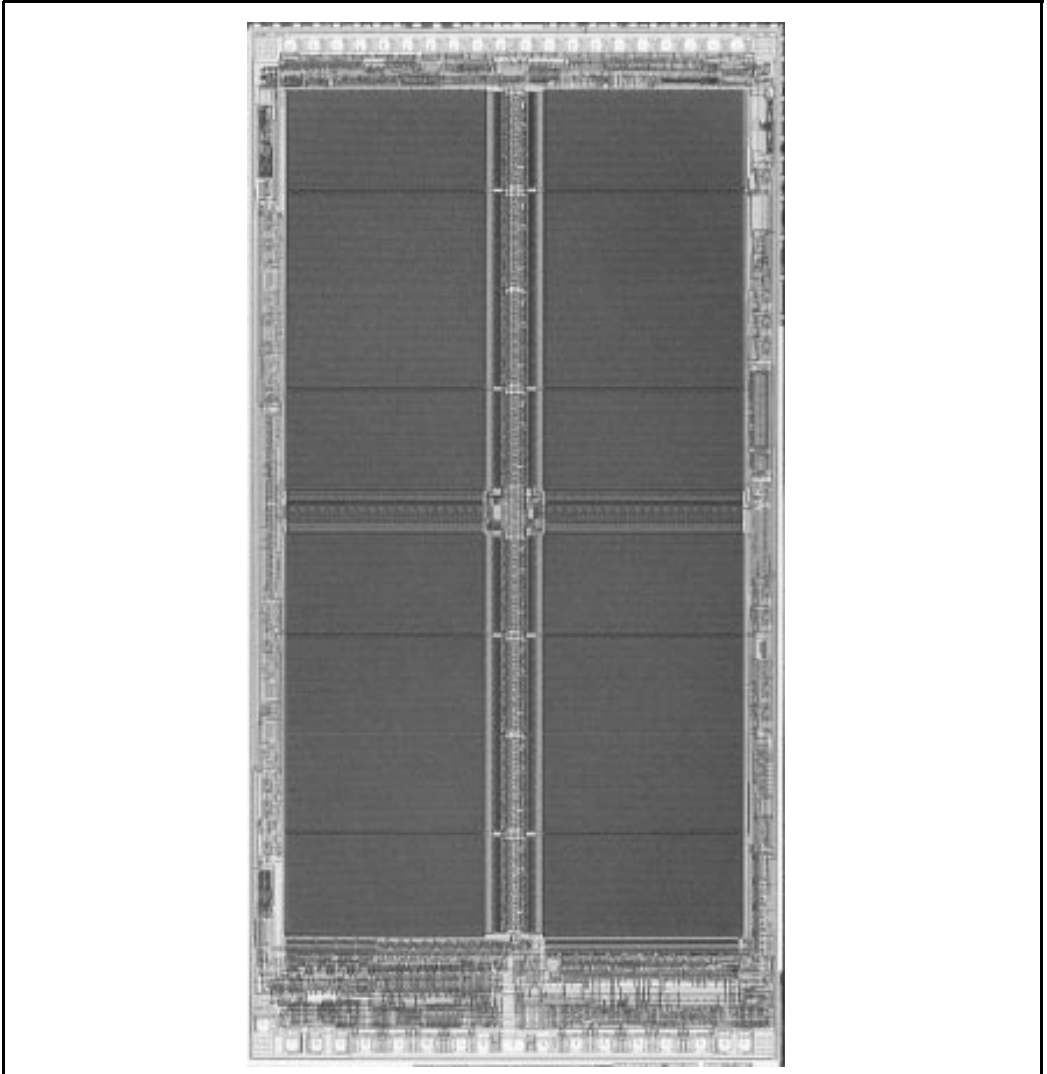

Figure 1. 28F008SAC 8-Mbit FlashFile™ Memory Die Photo
- Figure 1. 28F008SAC 8-Mbit FlashFile™ Memory Die Photo 1